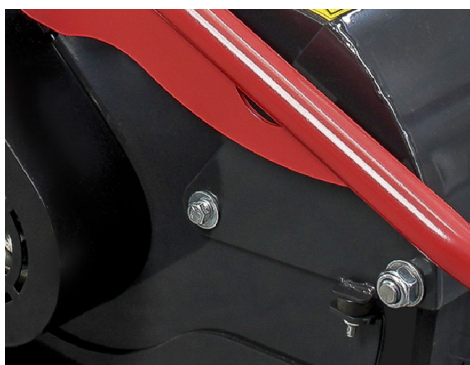

Abbildung 4
1. Entfernen Sie die vordere Abdeckung. Lösen Sie die auf beiden Seiten angebrachten Schrauben (siehe Abbildung 4), dann kann die vordere Abdeckung leicht entfernt werden.